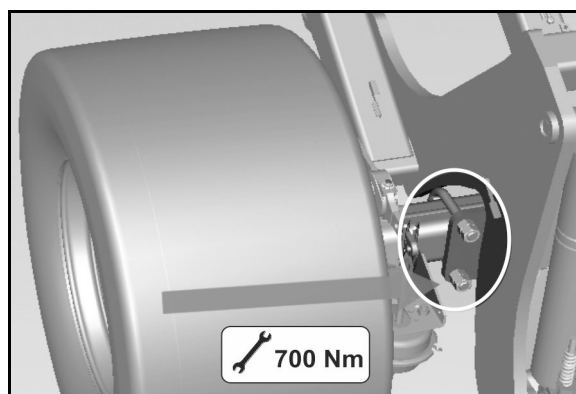

Bild 60
1. Skruva av båda täckkåporna (Bild 60/1) på bromstrummans insida.
Smuts som trängt in kan lägga sig på bromsbeläggen (Bild 60/2) och försämra bromseffekten.